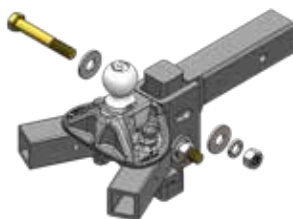

Figure 4
4. Utilisez les boulons de  $\frac{3}{4}$  po, les rondelles plates, les rondelles de verrouillage et les écrous pour fixer la tête à la bonne hauteur sur la barre d'attelage. Serrez les écrous à la main. (Figure 4)